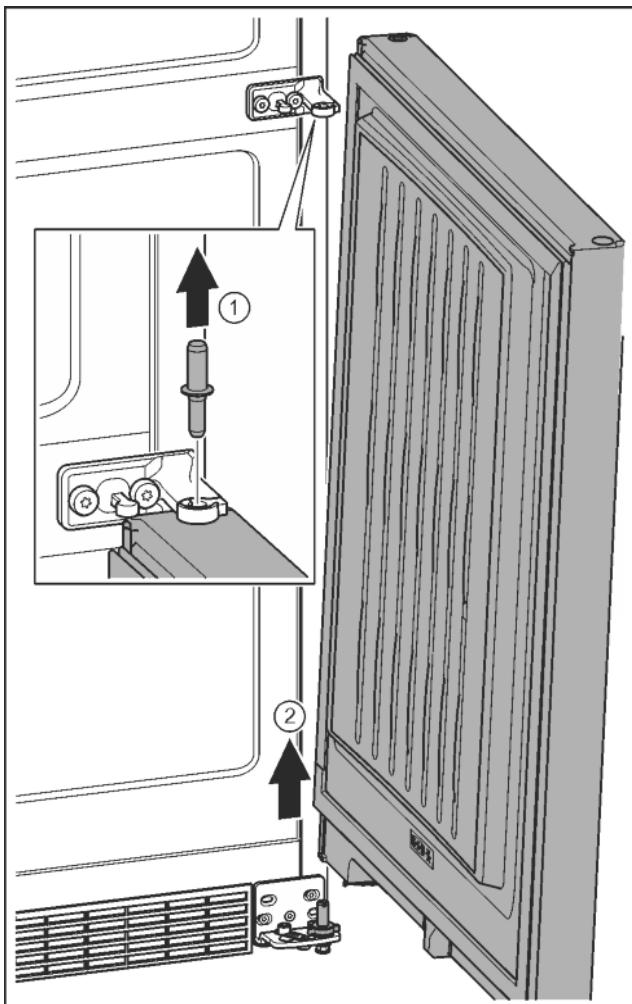

Fig. 12
- Извлечь пальцы движением вверх. *Fig. 12 (1)*
- Отклонить дверь, приподнять вверх и отставить в сторону. *Fig. 12 (2)*